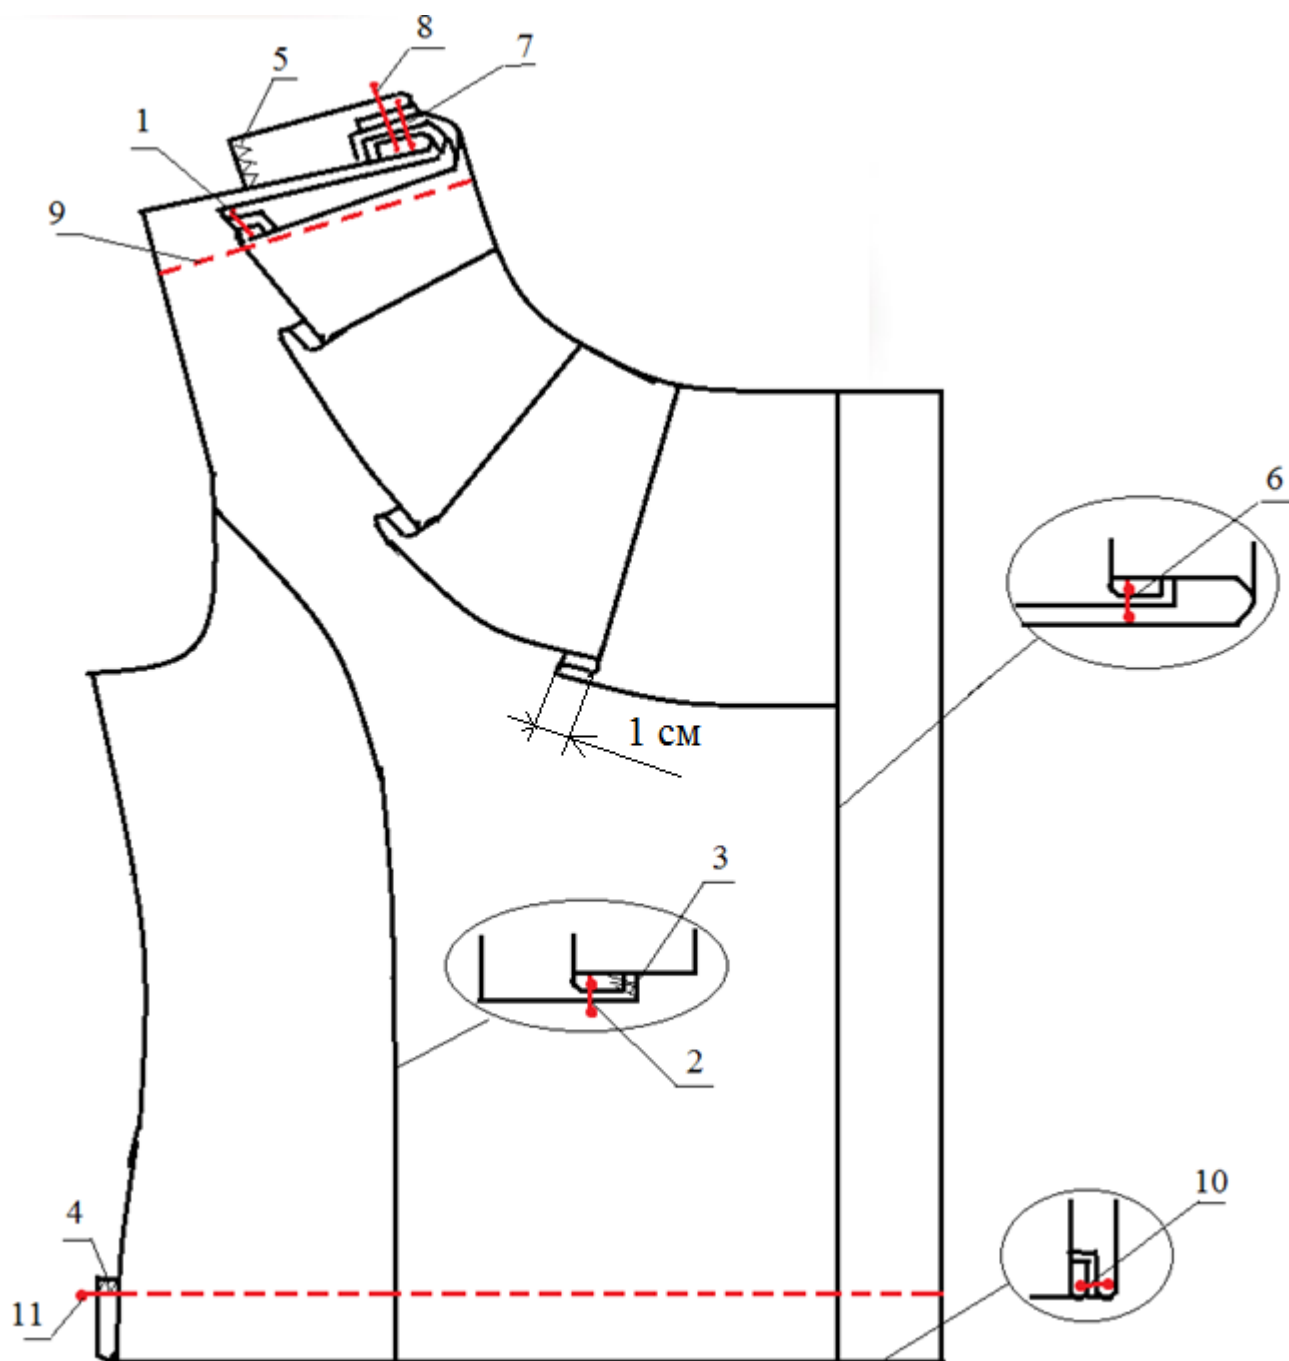

Рисунок 2 – Схема обработки полочки блузки
2) *При пошиве можете воспользоваться рекомендованной технологической последовательностью изготовления, приведенной ниже (стр. 7), а также схемой обработки (стр. 8, рис. 2), или применить свой метод изготовления, не ухудшающий качество и полностью соответствующий заданному внешнему виду фрагмента модели женской блузки.*
1. Обтачать отлетные срезы волана (рисунок 2, строчка 1). Припуски надсечь, волан вывернуть, выметать на ребро и приутюжить.
2. Стачать рельефные срезы (рисунок 2, строчка 2). Припуски шва заутюжить в сторону середины переда и обметать (рисунок 2, строчка 3).
3. Обметать нижний срез полочки (рисунок 2, строчка 4).
5. Обметать внутренний срез подборта (рисунок 2, строчка 5).
6. Притачать планку (рисунок 2, строчка 6). Припуски швов заутюжить в сторону планки.
7. Планку перегнуть на лицевую сторону по линии края борта и обтачать горловину (рисунок 2, строчка 7), прихватывая волан. Припуски шва надсечь.
8. Планку отогнуть и настрочить на припуски шва обтачивания горловины, не доходя до угла на 2-2,5 см (рисунок 2, строчка 8). Ширина шва 0,1-0,2 см.
10. Волан настрочить на припуск плечевого среза, отступив 0,5 см от среза (рисунок 2, строчка 9).
11. У нижнего среза планку отогнуть на лицевую сторону и обтачать нижний край полочки на ширину подборта (рисунок 2, строчка 10).
13. Нижний срез полочки застрочить швом вподгибку с открытым срезом (рисунок 2, строчка 11).